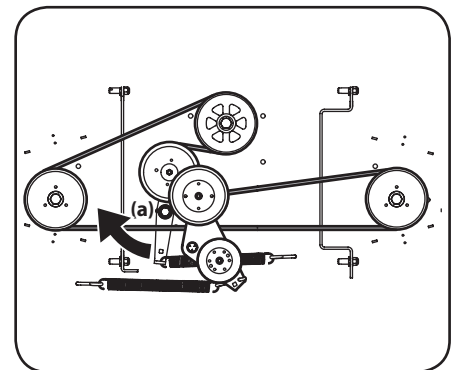

Figure 4-17
5. Insérez l'extrémité d'un bras de force de 1/2" dans l'ouverture carrée de 1/2" sur l'ensemble de la poulie de tension (a), puis faites pivoter l'ensemble de la poulie de tension (a) dans le sens horaire. Voir Figure 4-17. Pendant que vous retenez l'ensemble de la poulie de tension (a), desserrez la courroie du plateau de coupe et faites glisser la courroie hors de la poulie.
6. Installez la courroie neuve comme indiqué à la Figure 4-17. Installez ensuite le plateau de coupe et la courroie de la prise de force comme indiqué aux pages précédentes.